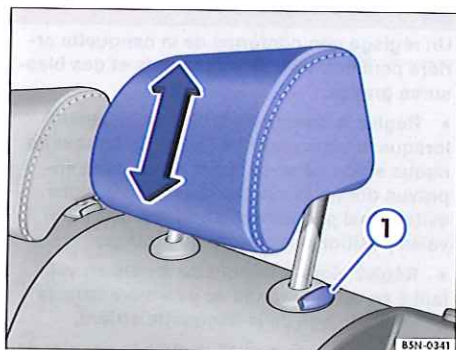

Fig. 49 Réglage de l'appuie-tête arrière.
- Déplacez l'appuie-tête vers le haut dans le sens de la flèche ou, en maintenant la touche \Rightarrow fig. 48 ① ou \Rightarrow fig. 49 ① enfoncée, vers le bas \Rightarrow .